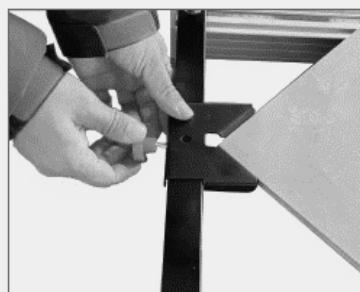
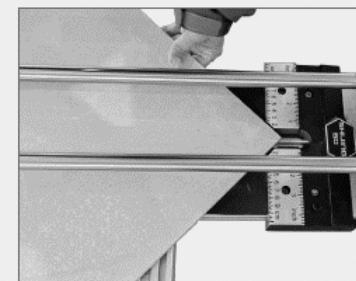

Figure 5
Figure 6
3. Fixez l'accessoire de coupe diagonale à la règle (comme indiqué sur la figure 5). L'autre extrémité du carreau doit être alignée et centrée (figure 6).